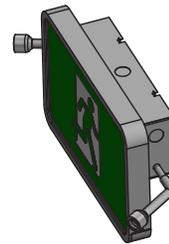

Figure 5
6. Réinstaller l'appareil et le bloc d'alimentation au couvercle du bloc d'alimentation et fixer à l'aide de la vis du bas (figure 5).